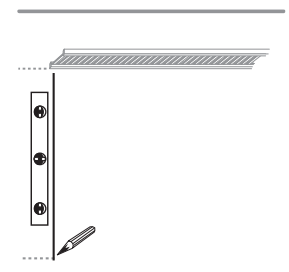

FIG. 2.2
4. Tirer un trait de niveau (niveau vertical) sur le mur. (Fig. 2.2)